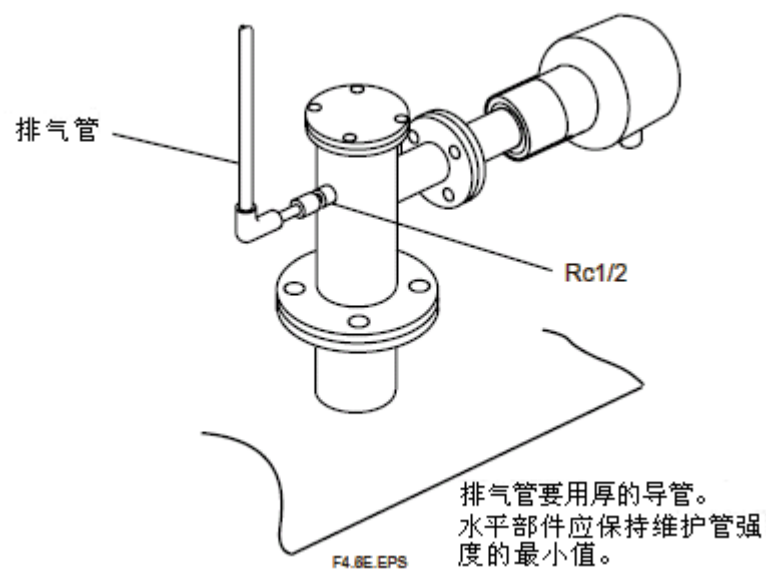

图 4.6 排气管
- 如果使用高温探头，没有安装参比气配管，将配管放置于高温探头适配器上的样气排气孔，以便能从探头附近将样气排走（见 4.1.4 节，图 4.6）。
因为没有提供参比气管，如果样气排出离探头有一段距离，请按如图 4.6 所示安装排放气配管。另外，排气管应保暖以防止凝露。